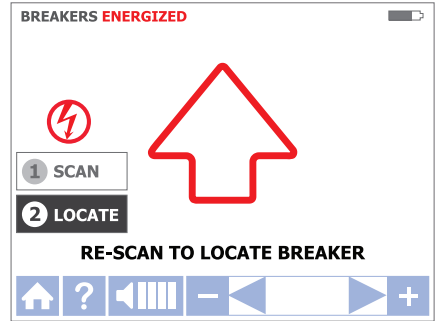
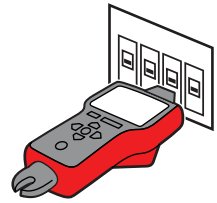

Figura 3.4c
Figura 3.4d
- b. Realice una lectura de cada interruptor/fusible durante medio segundo tocándolo con el sensor de punta. Asegúrese de que la marca en el sensor de punta esté paralela al interruptor/fusible longitudinalmente (consulte la Figura 3.4d).
- a. Seleccione el modo LOCATE (UBICACIÓN) con las flechas direccionales para resaltar este modo de funcionamiento y presione el botón amarillo "ENTER (INTRO)". (Consulte la Figura 3.4c).
- b. Vuelva a realizar una lectura de cada interruptor/fusible tocando cada uno con el sensor de punta durante medio segundo. La flecha roja activa indica el proceso de lectura (consulte la Figura 3.4c). Asegúrese de que la marca en el sensor de punta esté paralela al interruptor longitudinalmente. (Consulte la Figura 3.4d).